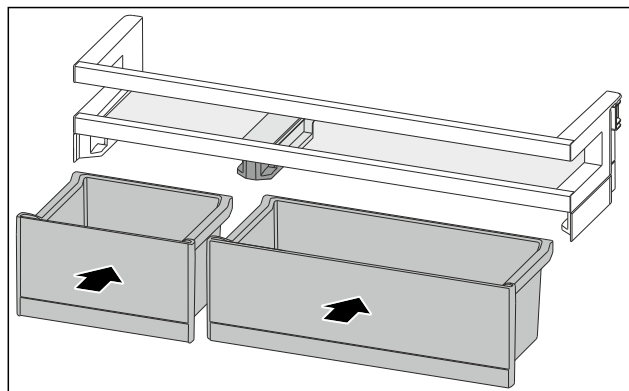

Fig. 117
- ▶ Introduceți VarioBox-urile dispuse invers. (vezi Fig. 117)